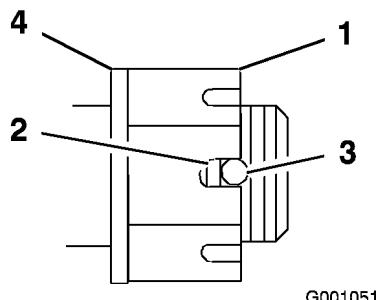

Figure 49
- Serrez l'écrou crénelé à 170 Nm (Figure 49).
- Mesurez l'espace entre la base de la fente de l'écrou et le bord intérieur du trou. On ne doit pas voir plus de deux filets (Figure 49).
- Serrez l'écrou jusqu'à ce que la série de fentes suivante soit en face du trou de l'axe (Figure 49).